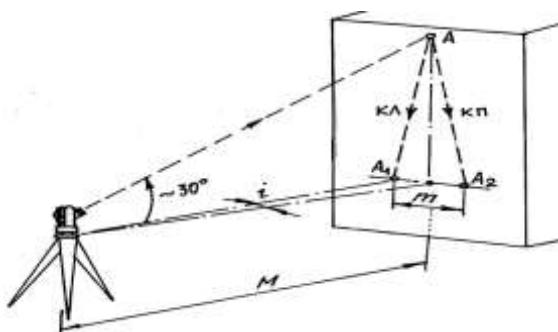

Рисунок 12. Пятая проверка теодолита.
1. Теодолит установить недалеко от высокого объекта (например, стены здания). В верхней части стены выбрать какую-либо заметную точку так, чтобы визирование на нее производилось при наклоне визирной оси к горизонту примерно на  $30^\circ$  (рис. 12).